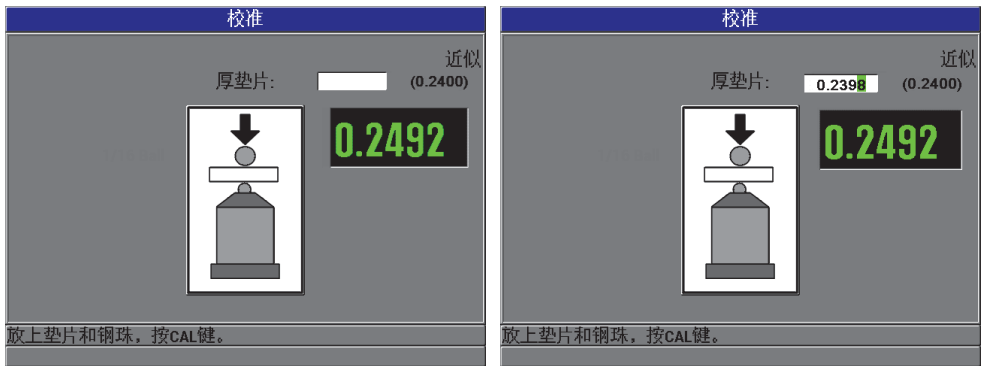

图 4-8 厚垫片校准点
6. **厚垫片点：**仪器会提醒用户将特定的厚校准垫片和目标放在探头尖端上。这个厚校准点的厚度会根据所选的目标滚珠、圆盘或钢线的不同产生变化。屏幕上较低的测量值框中会显示垫片的大约厚度值。按 [校准] 键，将测量值传输到上面的文本框中，然后使用箭头键根据校准垫片的已知厚度修改框中的值，然后按 [校准] 键（参见第 71 页的图 4-8）。